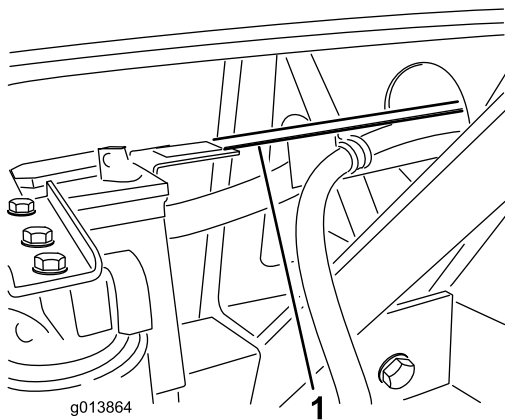

Bild 10
33. Die Schlauchführung sollte über der Lasche von der vertikalen Stütze des Batteriefachs sitzen (Bild 10). Wenn die Löcher in der Schlauchführung nicht mit den Löchern in der Batteriefachlasche übereinstimmen, können Sie die Länge der Schlauchführung einstellen. Lösen Sie die Schrauben, mit denen die Schlauchführung an der Halterung des Hydraulikbehälters befestigt ist, und
34. Befestigen Sie die Schlauchführung mit zwei Schrauben (1/4 x 3/4 Zoll) und Bundsicherungsmuttern an der Lasche des Batteriefachs (Bild 10).